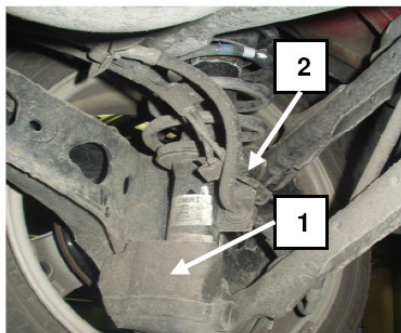

Fig. 7:
- Gummiabdeckung (Fig. 7/1) über unterer Stoßdämpferbefestigung entfernen.
- Kabel und Bremsschlauch aus Halterung am Federbein aushängen (Fig. 7/2).
- Remove rubber cover (Fig 7/1) above the lower shock absorber attachment.
- Remove wire and brake hose from suspension strut bracket. (Fig. 7/2)
- Enlever le recouvrement caoutchouc (Fig. 7/1) au-dessus de la fixation inférieure de l'amortisseur.
- Décrocher le câble et le flexible de frein du support à la jambe de force (Fig. 7/2).
- Desmontar las ruedas. Retirar el revestimiento de goma (Fig. 7/1) por encima de la sujeción inferior del amortiguador.
- Desenganchar el cable y el tubo del freno del soporte en la columna de suspensión (Fig. 7/2).